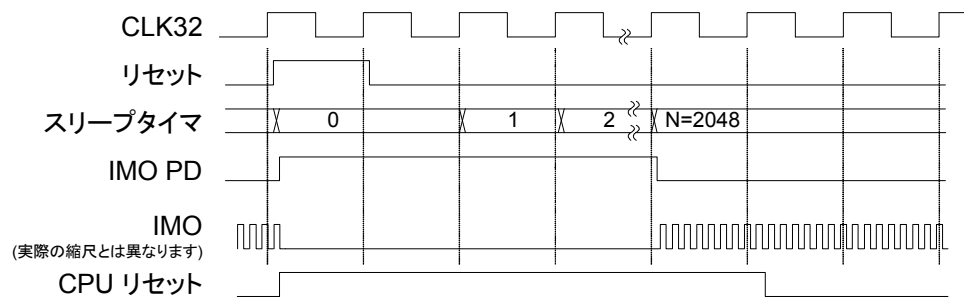

図 31-2. WDR および IRES 中の主要な信号
- CPU 操作は内部リセットが再アサートされてから 1 CLK32K サイクル後に再スタートします (図 31-2 を参照)。